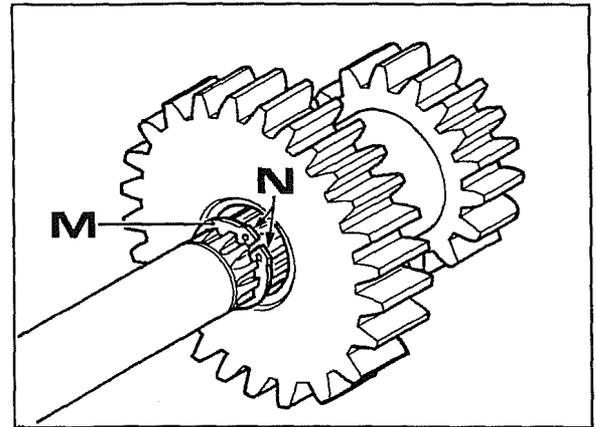

Fig. 6
- Le circlips **M** fig. 6, inévitablement endommagé dans la phase d'extraction de l'arbre de la prise de force, doit être remplacé en prenant soin de meuler pour abaisser les parties qui dépassent **N** fig. 6, jusqu'à proximité des orifices de prise. Cette opération s'avère nécessaire pour permettre d'enfiler l'arbre de l'engrenage double sans endommager le nouveau circlip et les nouvelles bagues.